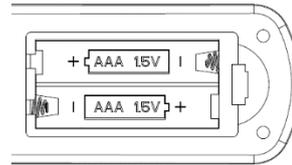

Fig. 11
- El mando a distancia funciona con 2 pilas tipo AAA de 1,5 V. Retire la tapa del compartimiento de las pilas ubicada en la parte posterior del mando a distancia e inserte 2 pilas tipo AAA. Asegúrese de que el sentido de la polaridad sea el indicado en el compartimiento de la batería. (Fig.11)